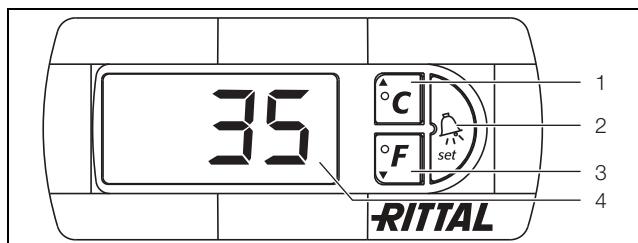

Fig. 16: Visualizzazione stato di funzionamento/guasti del sistema tramite controllo e-Comfort
Il controllo e-Comfort dispone di un display a 7 segmenti (fig. 16, pos. 4). Dopo l'inserzione dell'alimentazione, sul display appare per ca. 2 secondi la versione del software utilizzato. In modalità di funzionamento normale il display visualizza sia la temperatura (in gradi Celsius o gradi Fahrenheit, commutabili) sia le segnalazioni di guasto. La temperatura attuale all'interno dell'armadio in regime normale è sempre visualizzata. In presenza di guasto appare la relativa segnalazione invece dell'indicazione di temperatura.
Per la programmazione dell'apparecchio si utilizzano i tasti 1 – 3 (fig. 16). I relativi parametri vengono visualizzati in modo analogo sul display.
■ Premere contemporaneamente i tasti 1 (°C) e 2 («Set») (fig. 16) per almeno 5 secondi.
Con i tasti 1, 2 e 3 (fig. 16) è possibile modificare 24 parametri entro i campi predefiniti (valore nominale, valore min., valore max.).